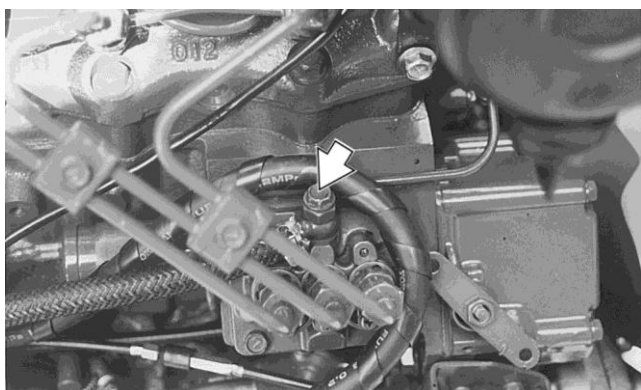

図5 2 燃料系ブリードネジ
- 3.ブリードネジを開き（図 5 2）、気泡をストレーナから逃がし、ブリードネジを閉じます。